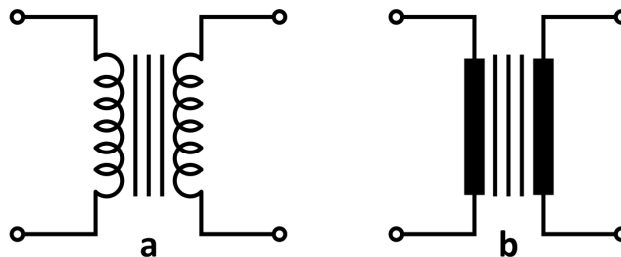

Fig. 1 - Representações esquemáticas multifilares do transformador
- a) Em esquemas multifilares (Fig. 1-a e 1-b);